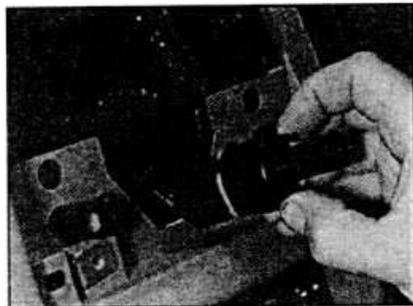

Рис. 12.15. Снятие выключателя вентилятора отопителя.
- Сожмите скобы крепления выключателя, извлеките его из панели и отключите от него электрический разъем (см. рис. 12.15).